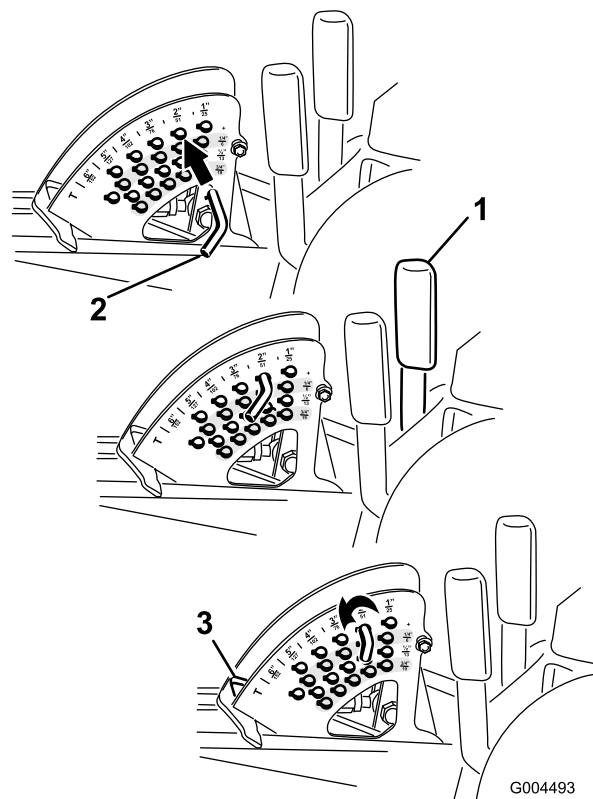

Figure 23
(voir Réglage de la hauteur de coupe), et placez-la à la position 15 cm (Figure 23).
Remarque: Pour bloquer le plateau de coupe en position relevée, levez le plateau au-delà de la position 15 cm, retirez la goupille de butée de hauteur de coupe (voir Réglage de la hauteur de coupe), et placez-la à la position 15 cm (Figure 23).
1. Lorsque le moteur tourne, tirez le levier de commande de plateau de coupe en arrière jusqu'à ce que le plateau soit complètement relevé et **relâchez le levier immédiatement** (Figure 23).
2. Pour régler la hauteur de coupe, tournez la goupille de butée jusqu'à ce que la goupille cylindrique située à l'intérieur soit alignée sur les trous du support de hauteur de coupe et déposez-la (Figure 23).
3. Placez la goupille dans le trou du support correspondant à la hauteur de coupe voulue et tournez-la pour la verrouiller en place (Figure 23).
Remarque: Il y a quatre rangées de trous (Figure 23). La première rangée donne la hauteur de coupe indiquée au-dessus de la goupille. La deuxième rangée donne la hauteur indiquée plus 6 mm. La troisième rangée donne la hauteur indiquée plus 12 mm. La dernière rangée donne la hauteur indiquée plus 18 mm. Un seul trou, situé dans la deuxième rangée, correspond à la hauteur 15,8 cm. Il n'ajoute pas 6 mm à la hauteur de 15,8 cm.